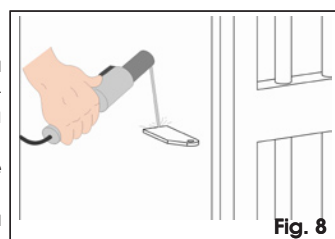

Fig. 8
- a- En présence de piliers en fer, souder directement la patte sur ce dernier (Fig. 8).